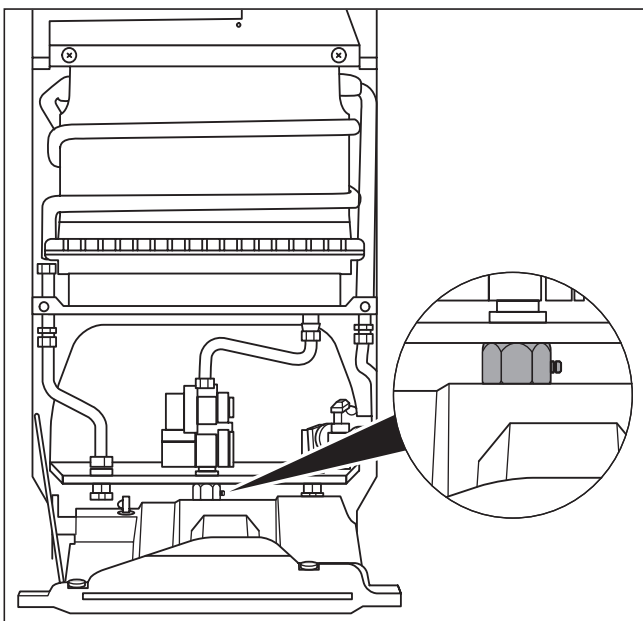

Рис. 6.1 Измерительный штуцер для подключения манометра для замера давления газа на входе
- Вывернуть уплотнительный винт из измерительного штуцера (см. рис. 6.1 «Измерительный штуцер для подключения манометра для замера давления газа на входе»).